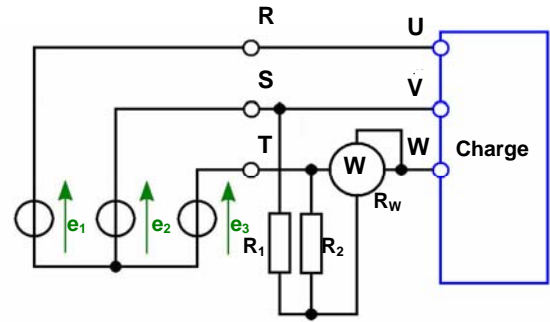

Fig. 7.6.4b
2. soit le neutre n'est pas accessible : on crée alors un neutre artificiel au moyen de 3 résistances comme le montre la figure 7.6-4b) en prenant soin que  $R_1 = R_2 = R_W$  .